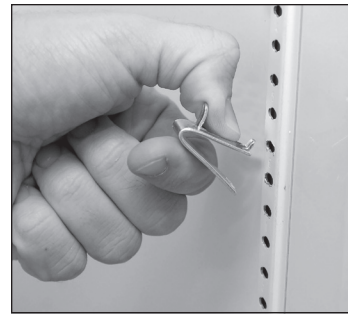

Fig. 1. Instalación de la lengüeta superior del gancho para estantes.
1. Sujete los ganchos para estantes en los montantes para estantes. Consulte la fig. 1.